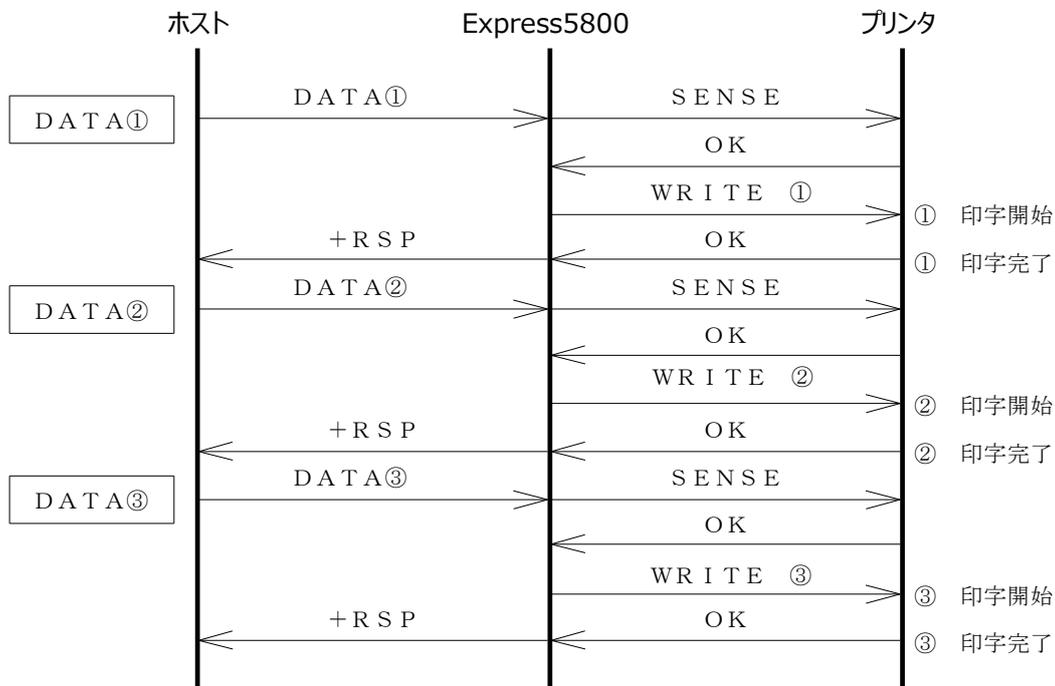

図 4-2 単一チェーンデータ正常印字シーケンス
ホストから DATA①, ②, ③を送信した場合のデータシーケンスを図 4-2 に示します。